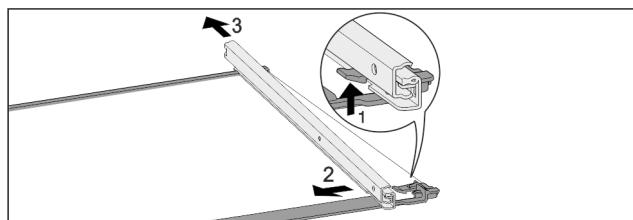

Fig. 58 Скляна пластина з рейками
- Натиснути передній гачок-фіксатор вгору. Fig. 58 (1)
- Виштовхніть війзну рейку в сторону Fig. 58 (2) та назад Fig. 58 (3).